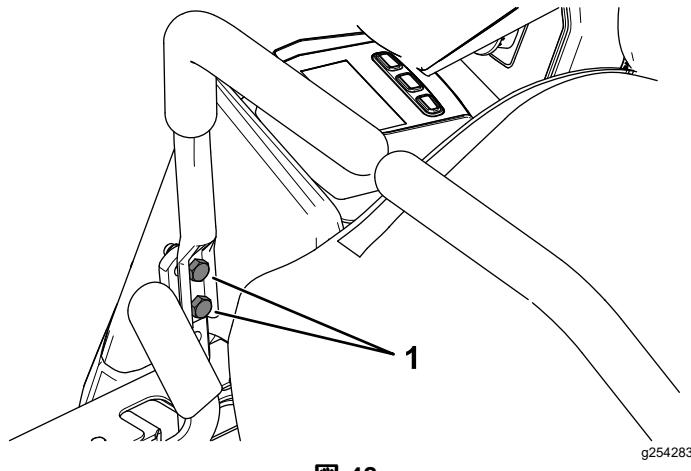

図 48
10. 位置合わせが必要な場合は、ずれている側のモーションコントロールレバー取り付けボルト2本を緩める(図48)。
12. モーションコントロールレバー取付ボルト2本を締め付ける図48。